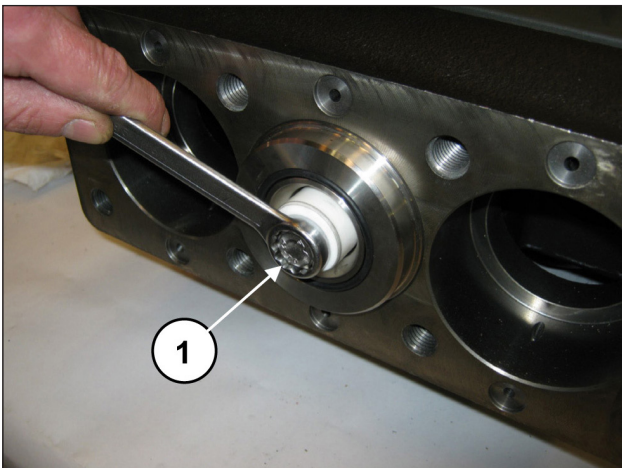

Fig. 166
Démonter les pistons en desserrant les vis de fixation (rep. ①, Fig. 166).